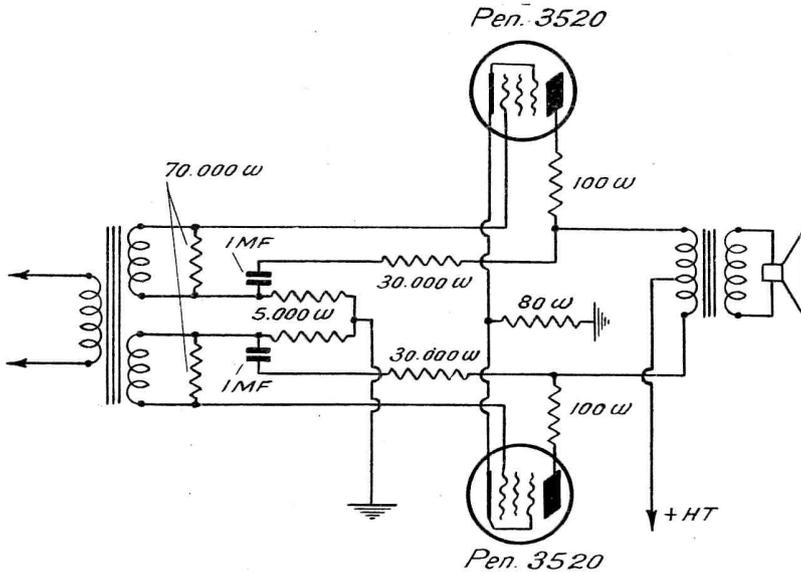

Fig. 13
W.T. Cocking, amené à décrire dans un récent numéro de Wireless World, un amplificateur BF de qualité devant fonctionner sur tous-courants, a choisi pour l'étage final, deux tubes penthodes montés en push-pull en utilisant le phénomène de réaction négative. Le schéma utilisé pour la sortie de l'amplificateur est celui de la figure 13.